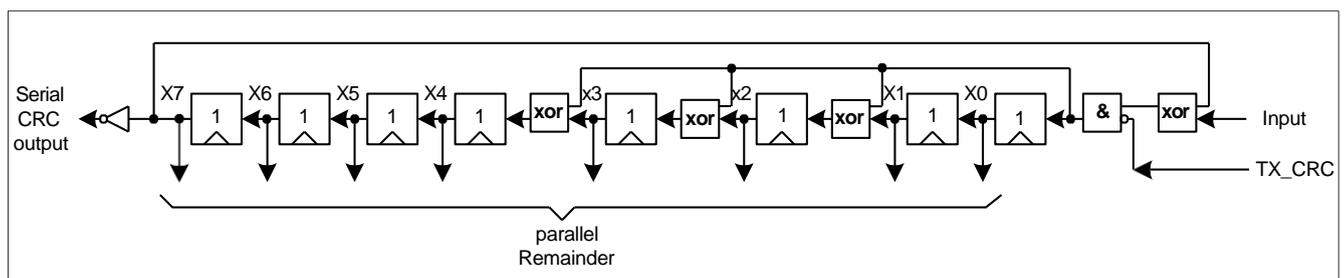

图 25 快速 CRC 多项式除法电路
- 生成器多项式： $X^8+X^4+X^3+X^2+1$ ，但在生成 CRC 时，使用的是快速 CRC 生成电路（参见图 25）。